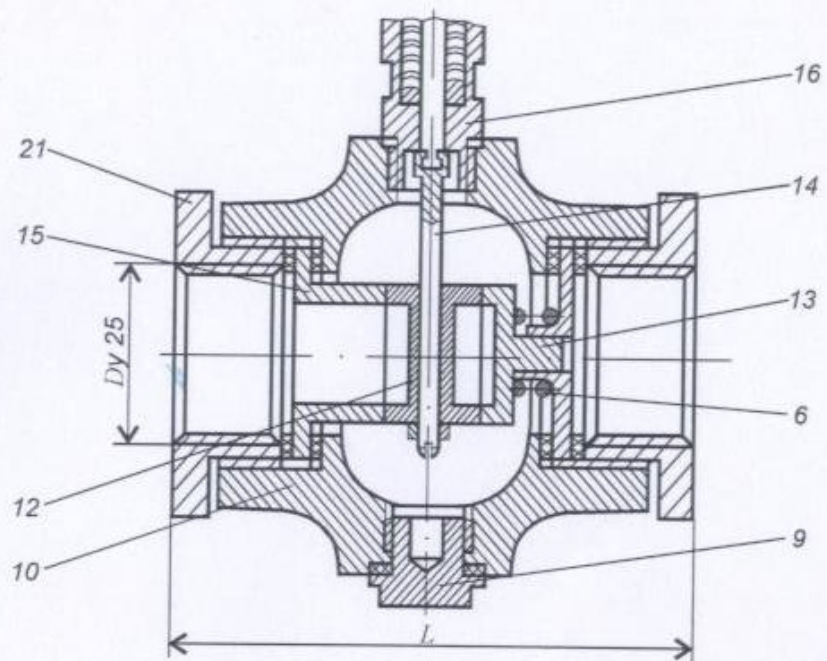

Рис. 1. Регулятор УРРД-М:
Регулятор УРРД-М /рис. 1/ включает три основных узла:
В случае использования УРРД-М в исполнении "НО" необходимо /рис. 1/:
- вывернуть пробку 20 /рис. 1/ и винт 18;